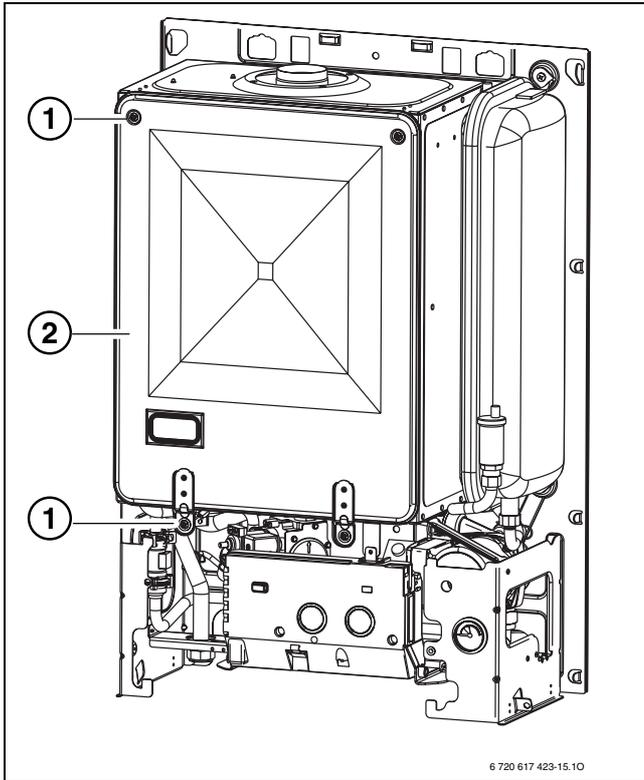

Fig. 45 Aprire la camera stagna
- Svitare le quattro viti (1) e rimuovere il coperchio della camera stagna (2) (fig. 45).